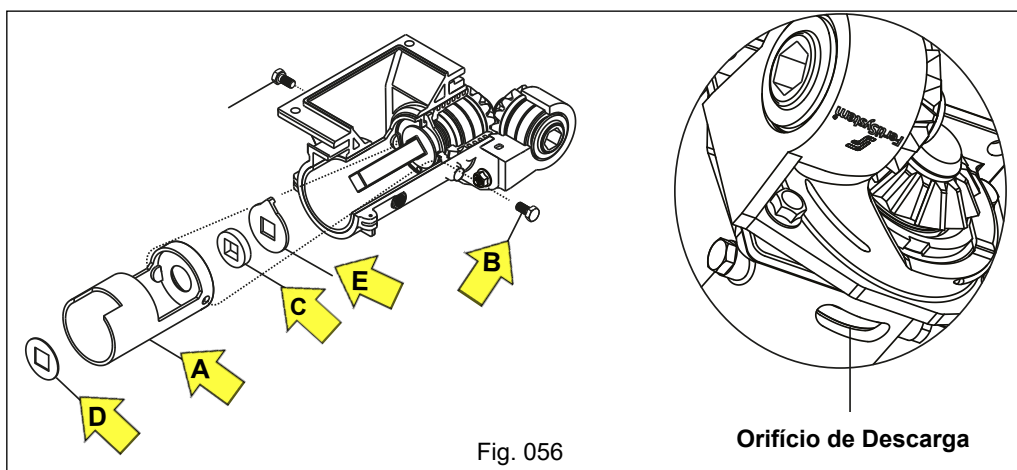

Fig. 056
d) Efetue a análise de desgaste no revestimento "A", substitua-o se apresentar desgaste excessivo, afrouxando e retirando o parafuso "B". Verifique se há desgaste no feltro "C", arruelas "D" e arruela de limpeza "E". O desgaste excessivo é verificado quando ocorrer a saída do adubo em grande quantidade pelo orifício de descarga autolimpante, localizado na face inferior do corpo do distribuidor (Fig. 056).